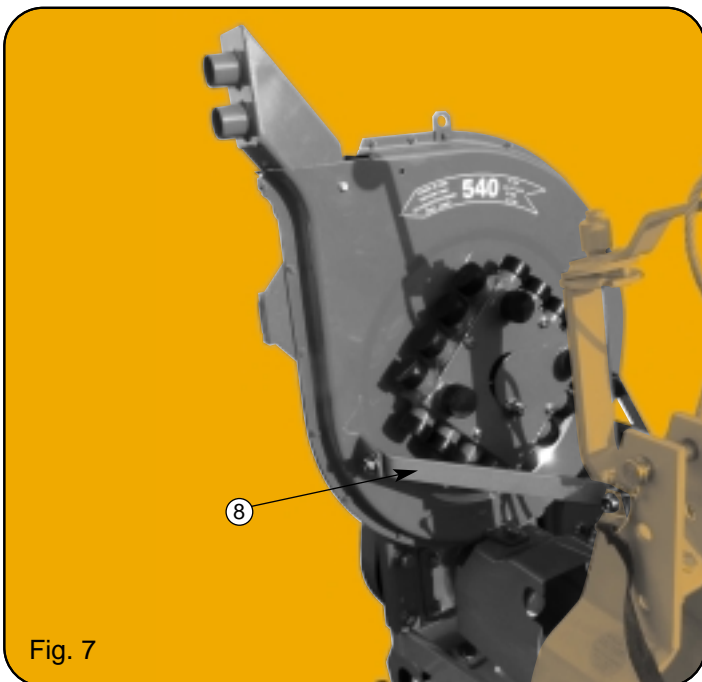

Fig. 7
**Turbine** (fig. 7) : Ne pas oublier au montage les pattes renfort ⑧.
**Turbofan** (fig.7) : Do not forget to mount the tie straps ⑧.
**Turbine** (Fig. 7) : Vergessen Sie nicht die Verbindungsstreben anzubringe ⑧.
**Turbina** (fig.7) : No olvidar al montar las muletas de refuerzo ⑧.